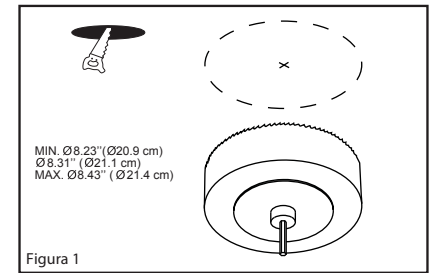

Figura 1
1. Haga un agujero en el techo y prepare los cables de suministro. Instale y desproteja el cable de alimentación de línea 6" (15 cm) y los alambres 5/8" (1,6 cm). (Figura 1)